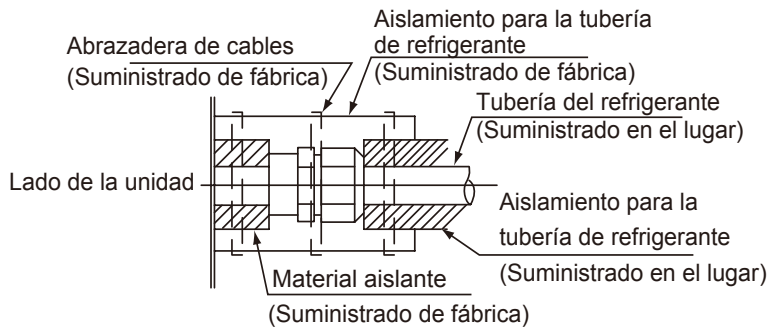

Fig. 5.3 Aislante en las tuberías
(3) Después de conectar la tubería del refrigerante, séllela usando el material de aislamiento incluido como se muestra en la Fig. 5.3.